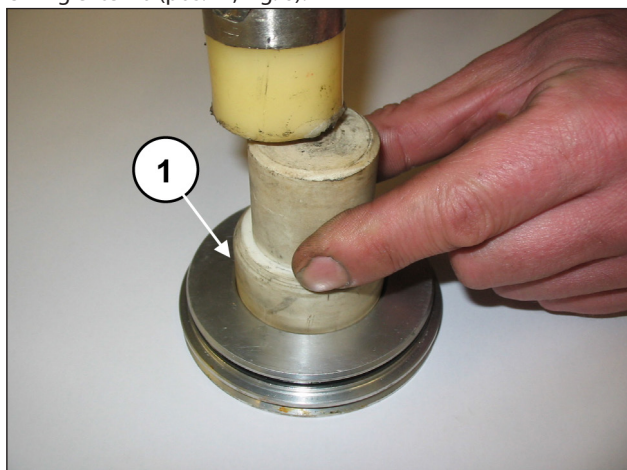
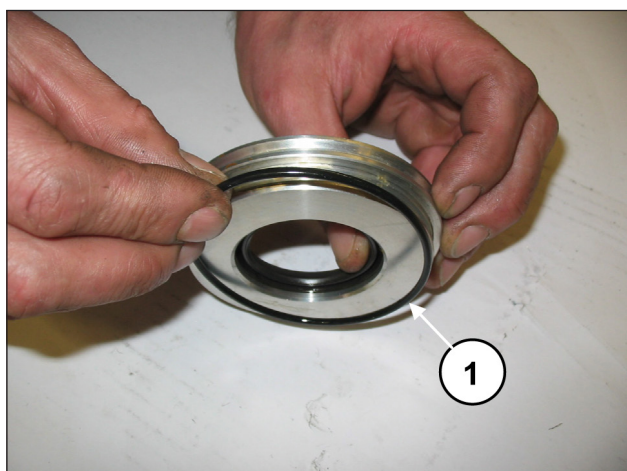

Fig. 5
Fig. 6
Extraia o anel de estanqueidade radial (pos. ①, Fig. 5) e o O-ring externo (pos. ①, Fig. 6).